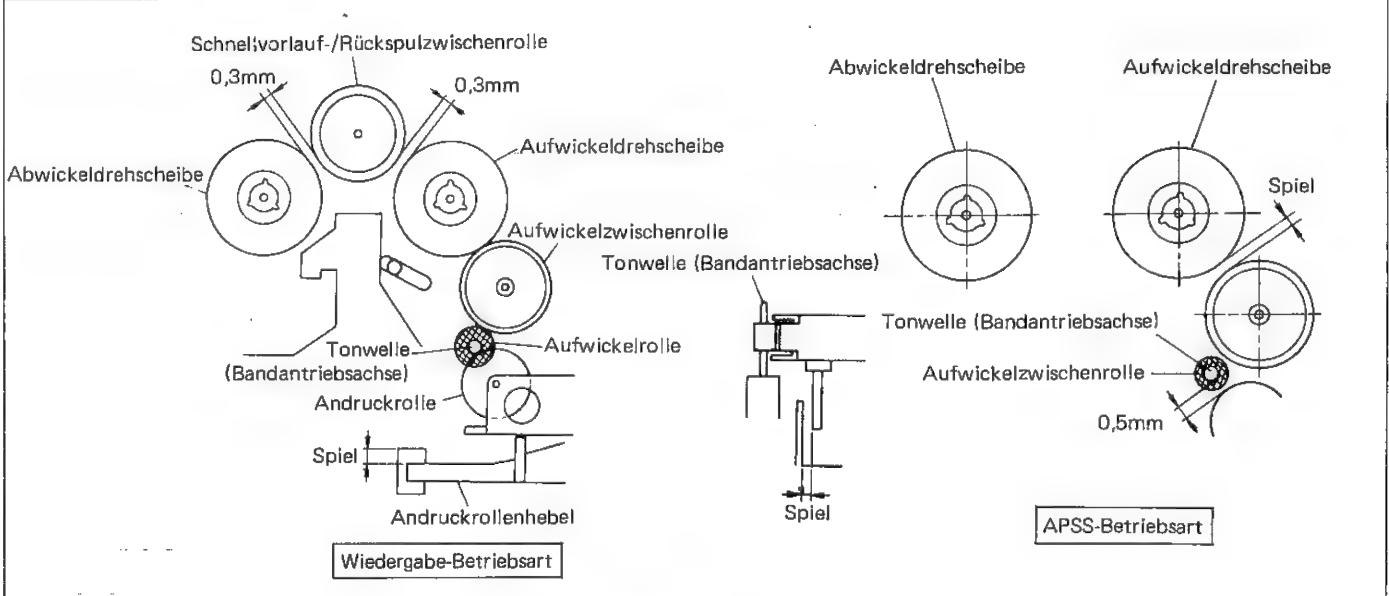

Abbildung 37-2
■ SPIELPRÜFUNG (Siehe Abbildung 37-2.)
3. Wird im obigen Schritt 1 oder 2 ein Mangel festgestellt, die in Abbildung 37-2 gezeigten Teile entsprechend einstellen und außerdem nachprüfen, ob die Nebenchassis-rückkehr normal ist.